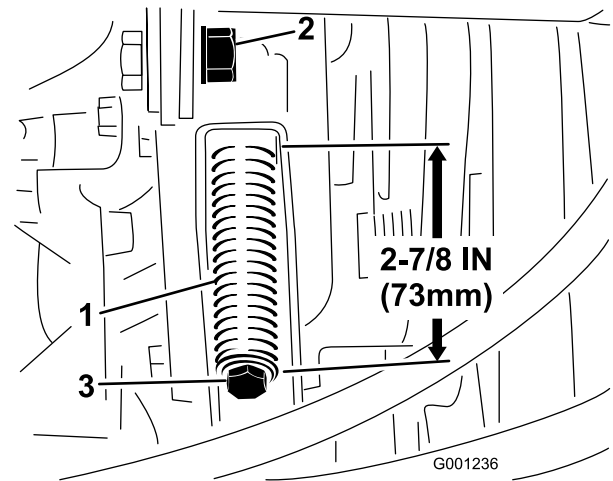

Figura 65
3. Afloje la contratuerca de la varilla tensora (Figura 65).
4. Utilice una llave de 1/2 pulgada para apretar o aflojar el muelle tensor de la correa (Figura 65). Ajuste la longitud del muelle a 73 mm.
4. Utilizando una llave de 1/2 pulgada, afloje completamente el muelle tensor de la correa (Figura 65).
6. Instale la nueva correa de la toma de fuerza y vuelva a tensar el muelle de la polea hasta que tenga una longitud de 73 mm (Figura 65).
7. Apriete la contratuerca (Figura 65) y cierre el capó.